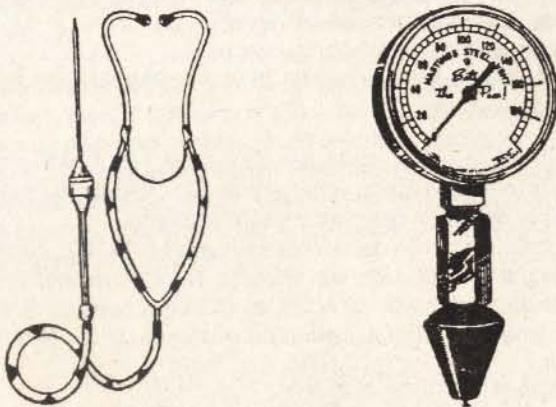

Fig. 2-13—Estetoscopio y Compresímetro
1. Poner en marcha el motor durante unos 10 minutos, para que se lubrique y se encuentre en condiciones normales de funcionamiento. Quitar todas las bujías y colocar firmemente el compresímetro (Fig. 2-13), con el cono de goma en el orificio dejado por la bujía. Girar el motor con el arranque, sin contacto, para medir la presión de cada cilindro. Si la presión es de 7 a 9 kg/cm $^2$  = 100 a 128 lb/pulg $^2$ , e igual en ambos cilindros, el motor tendrá los anillos y las válvulas en muy buenas condiciones.